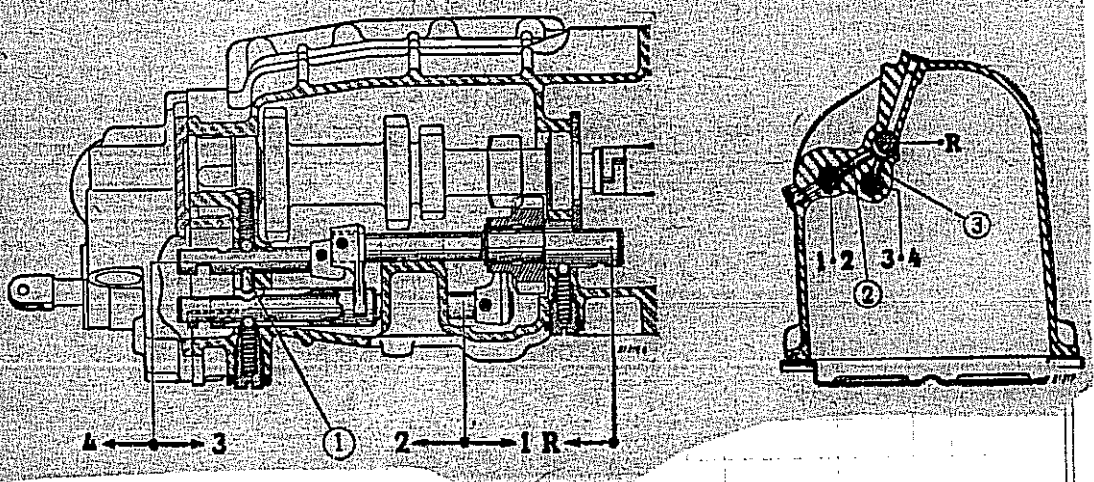

Fig. 4
El mecanismo, consiste en trabar a cada eje de mando mediante una horquilla de acero montada sobre un resorte (Fig. 4).
La inmovilización del eje de mando del engranaje de marcha atrás (R), se efectúa de la siguiente forma (Fig. 4):